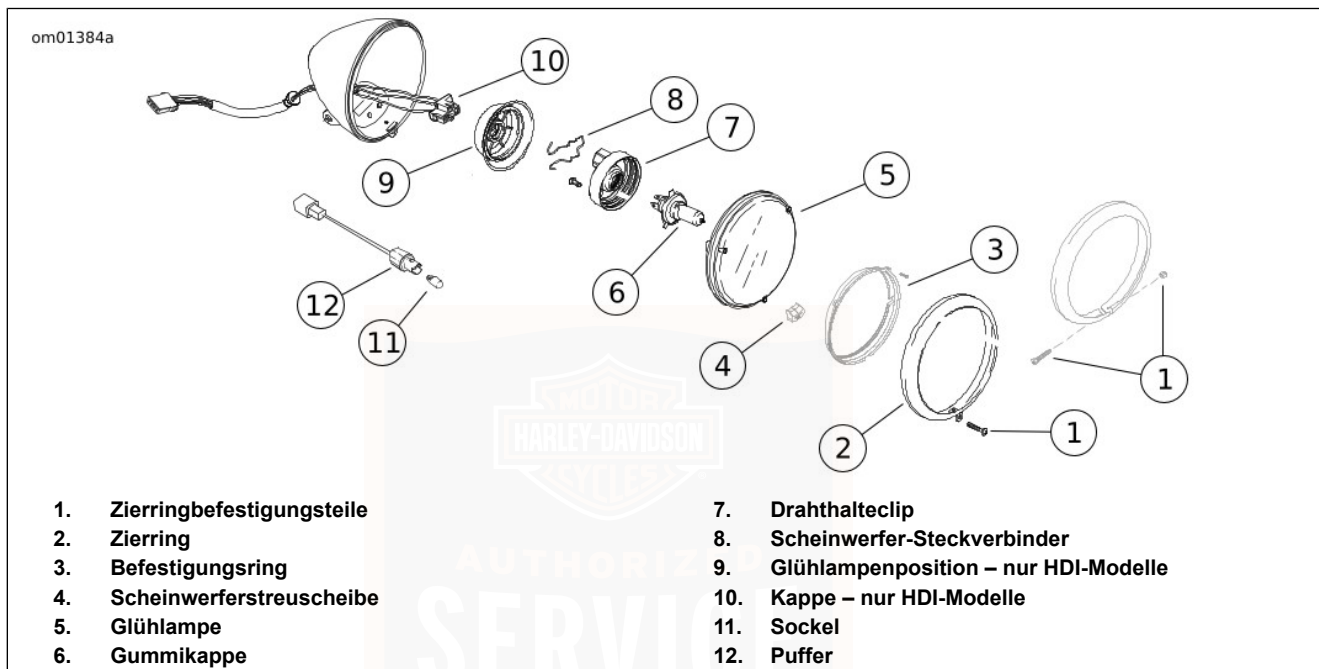

Abbildung 45. Scheinwerferglühlampen (typisch)
2. Siehe Abbildung 45. Zierringbefestigungsteile (1) entfernen. Den Zierring (2) entfernen.
3. Den Befestigungsring (3) und Puffer, sofern vorhanden, ausbauen.
4. Scheinwerfer-Steckverbinder (8) von der Glühlampe (5) abtrennen.
5. Die Gummikappe (6) (sofern vorhanden) von der Rückseite der Scheinwerferstreuscheibe (4) entfernen.
6. Den Drathalteclip (7) vom Scheinwerfersockel entfernen.
8. **Nur für internationale Modelle:** Die Kappe (10) um eine Viertelumdrehung drehen und die Glühlampenbaugruppe aus dem Gehäuse entfernen. An der Glühlampe (9) ziehen, um sie von der Kappe zu trennen.